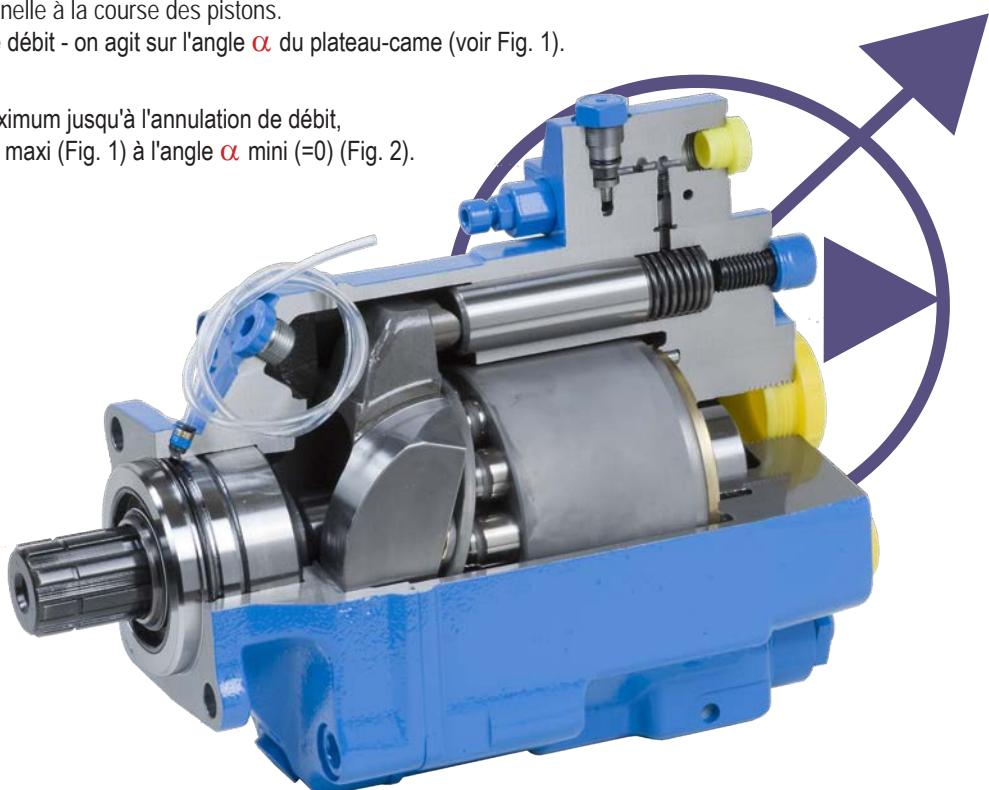

Figure 1 - Cylindrée maxi
Pour faire varier la cylindrée - et donc le débit - on agit sur l'angle α du plateau-came (voir Fig. 1).
► Pour faire varier la cylindrée de son maximum jusqu'à l'annulation de débit, le plateau-came est incliné de l'angle α maxi (Fig. 1) à l'angle α mini ($=0$) (Fig. 2).